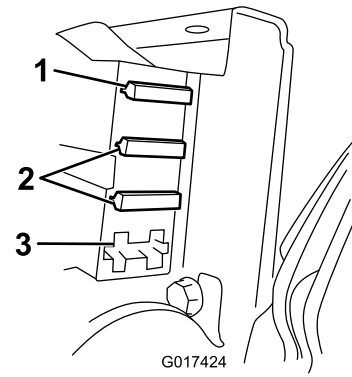

图40
3. 检查保险丝盒内的保险丝（图40）。
- 如果任何保险丝熔断、请使用具有适当电压和电流的保险丝进行更换（图40）。